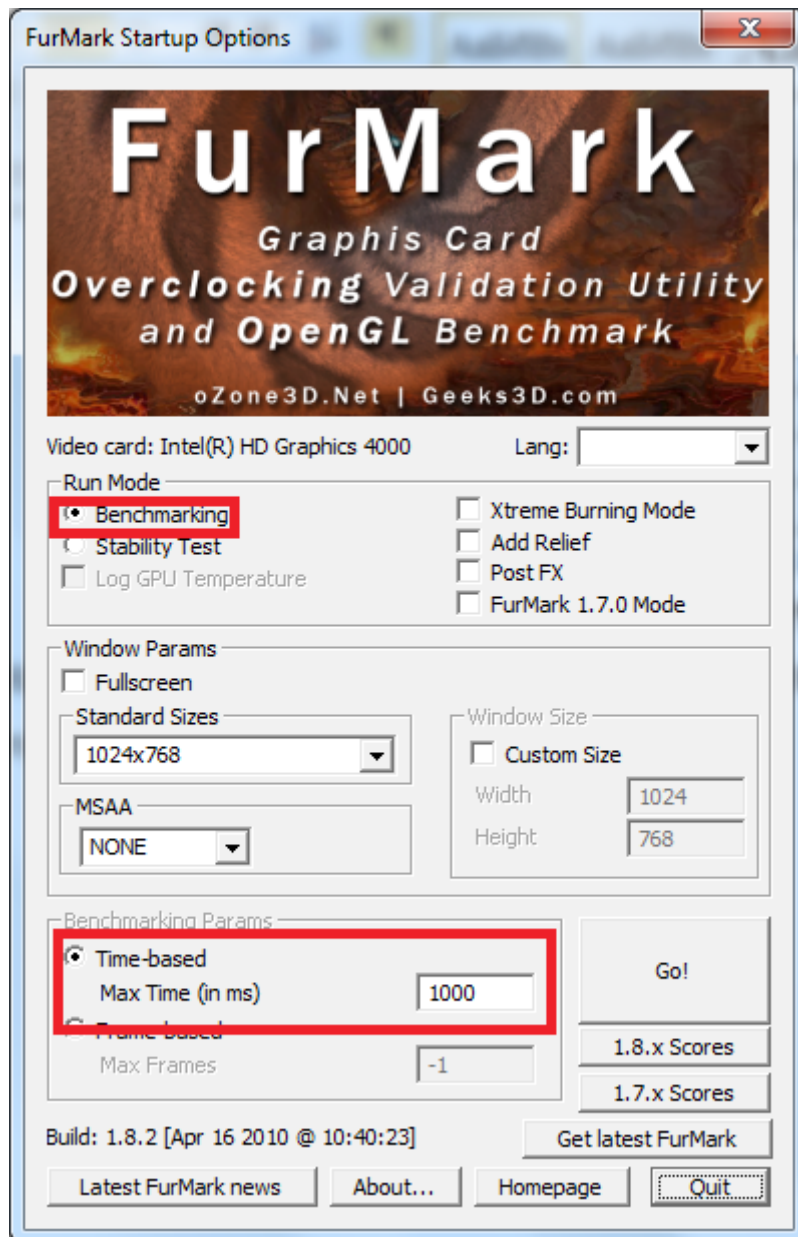

Рис. 3 Налаштування програми FurMark
2.2.2. В секції Run Mode потрібно відмітити пункт Benchmarking, а в секції Bechmarking Params потрібно відмітити пункт Time-based і встановити параметр Max Time рівним 1000 (рис. 3).